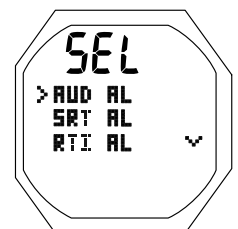

Fig. 132 - MENU DE RÉGLAGE DES ALARMES (pour accéder au réglage du signal sonore d'alarme)
- S (< 2 sec) - pour accéder à la sélection indiquée par le pointeur ( > ). Exemple, pour accéder au réglage du signal sonore d'alarme (Fig. 132)